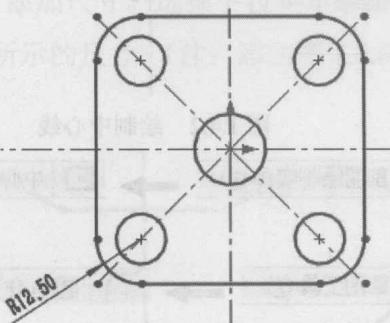

图 1.4.6 添加几何约束
性”对话框，在“添加几何关系”区域单击 \odot 同心(N) 按钮。同理添加其他几个圆与圆角的同心约束。按住Ctrl键，选择圆1、圆2、圆3、圆4，系统弹出“属性”对话框，在“添加几何关系”区域单击 $=$ 相等(Q) 按钮。按住Ctrl键，选择圆5与原点，系统弹出“属性”对话框，在“添加几何关系”区域单击 \wedge 重合(R) 按钮。约束后的图形如图1.4.6所示。